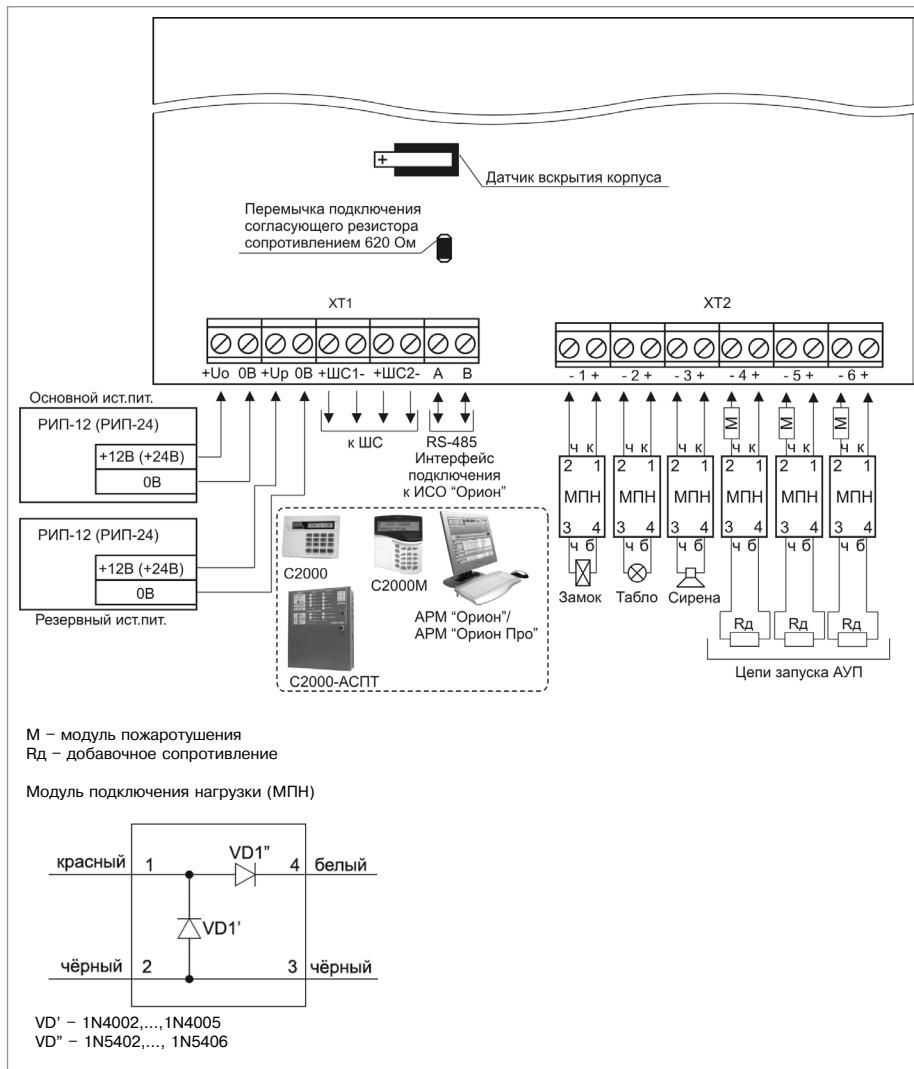

Рисунок 6. Схема внешних соединений блока «C2000-КПБ»
1. Схема внешних соединений блока С2000-КПБ приведена на рис.6